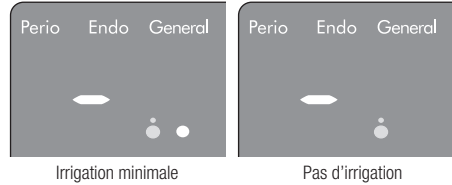

Fig.20
- Affichage graphique à barres (Fig.20)